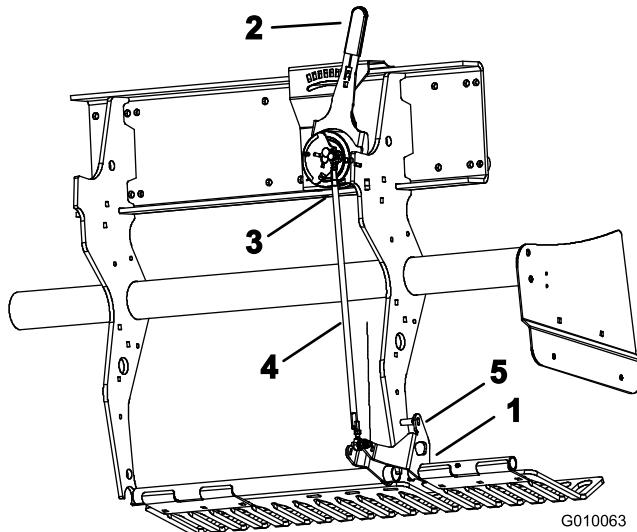

図 58
1. 左ターフ・ガード取り付けブラケット（図 58）を上に回転させて、固定ピン（ $5/16"$  のドリルビットかボルトを使う）を、ブラケットと深さ設定チューブの間に挿入する。
2. 芝面追従レバー（図 58）を H（一番深い設定）にする。
3. アウトボード・ボール・スイッチ（図 58）をワイヤ・ハーネス（ヘッド降下スイッチ）から外す。
4. 深さ調整タイロッドのジャムナット（左右）をゆるめる（図 58）。